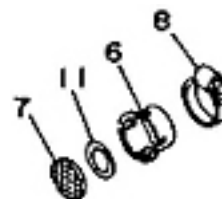

Рис. 8
8. Демонтировать сетку искрогасителя (поз. 7 рис.8) выпускного отверстия ослабив хомут крепления (поз. 8 рис.8). Удалить загрязнения механическим способом. Установить сетку на штатное место, затянуть хомут. При обнаружении повреждений сетку заменить оригинальной EG-N168-L11.